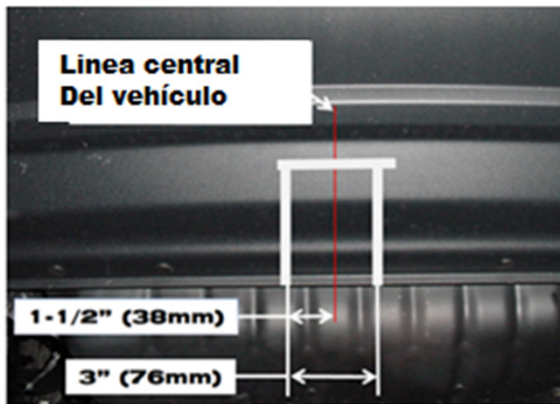
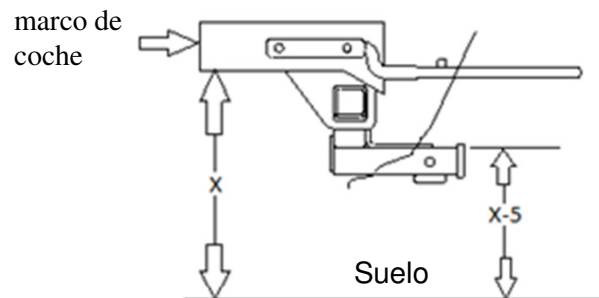

Figura 3
Figura 4
Para los modelos **2011 y posteriores de Jeep Patriot y Compass**. Se requiere el recorte de la placa protectora para la instalación del enganche. Obtenga la aprobación del propietario del vehículo antes de cortar. Ver Figura 3 y Figura 4 para diagramas de recorte de la placa protectora.
** El modelo 2011 tiene un recorte vertical de la placa protectora de 2" (medido desde la base del reborde de la placa protectora). Marque la placa protectora con un marcador no permanente. Vuelva a confirmar la altura de corte de la placa protectora usando el procedimiento de la figura 4 y marque la altura desde el piso hasta la placa protectora. Recorte la más baja de las dos marcas.